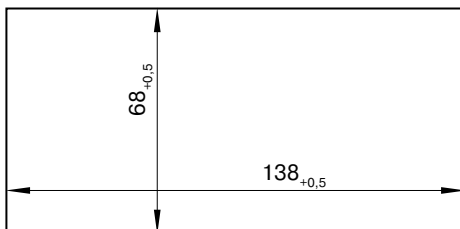

Рис. 4.1.
- 4.1. Для установки прибора необходимо изготовить отверстие в панели, как показано на рис. 4.1.